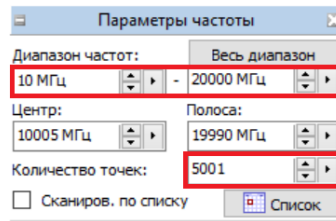

Рисунок 17. Задание частотного диапазона.
8. В панели управления «Параметры частоты» установить требуемый диапазон перестройки частоты и количество точек (рис. 17). **Рекомендуется устанавливать количество точек не менее 1001.** Увеличение количества точек уменьшает шаг изменения частоты и увеличивает время измерений.